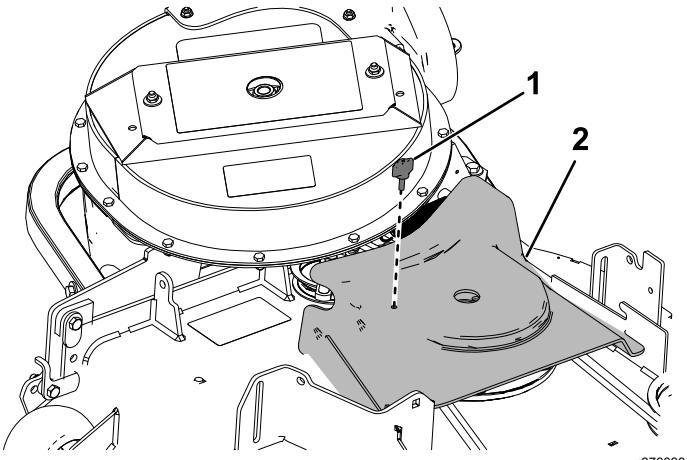

Figura 39
- Instale la cubierta de la correa del soplador sobre la correa, y sujetela con el pomo (Figura 39).